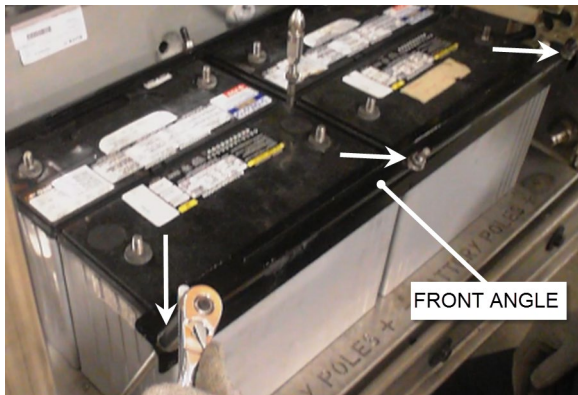

FIGURA 46: RETIRE EL ÁNGULO FRONTAL
- Desatornille tres tuercas (indicadas con flechas) y después retire el ángulo frontal (FIGURA 46).